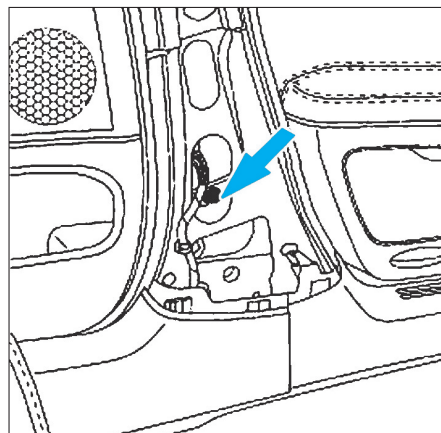

FIG. 10
- la vis du capteur de chocs latéraux (Fig.10),